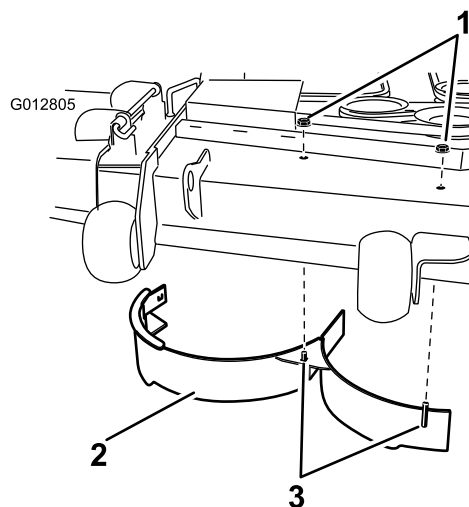

Figura 34
10. Retire las dos contratuercas (5/16 pulgada) que sujetan las clavijas soldadas del deflector derecho a la parte superior de la carcasa de corte en las posiciones centro y centro derecha (Figura 34). Retire el deflector derecho de la carcasa de corte.